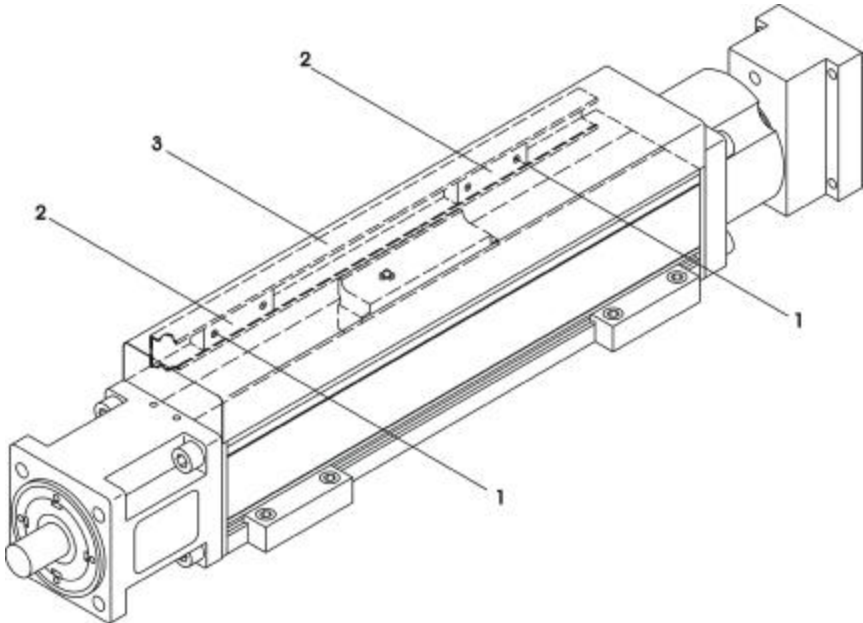

Bild 3
1. **Bild 3:** Lösen des entsprechenden Näherungsschalters durch Lockern der Befestigungsschrauben (1).
2. Verschieben des Näherungsschalters (2).
3. Fixieren des Näherungsschalters durch Anziehen der Befestigungsschraube. Hierbei ist darauf zu achten, dass der Näherungsschalter vollständig in der Profilverleumdung der Endschalterleiste (3) eingerastet ist.